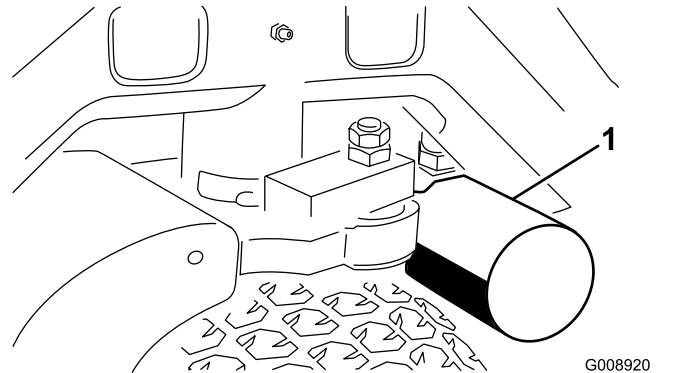
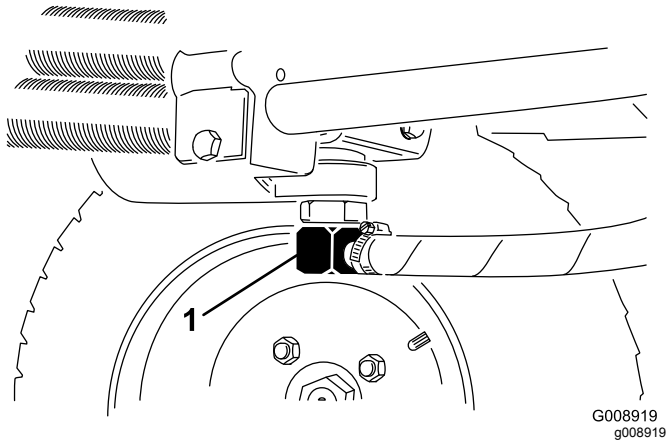

Bild 64
Bild 65
3. Reinigen Sie den Anbaubereich des Filters. Stellen Sie eine Auffangwanne unter den Filter (Bild 64) und entfernen den Filter.
2. Klemmen Sie die Hydraulikölleitung ab (Bild 65) oder entfernen den Hydraulikölfilter (Bild 64) und lassen das Hydrauliköl in ein Auffanggefäß ablaufen. Montieren Sie die Hydraulikölleitung, wenn kein Öl mehr ausströmt.